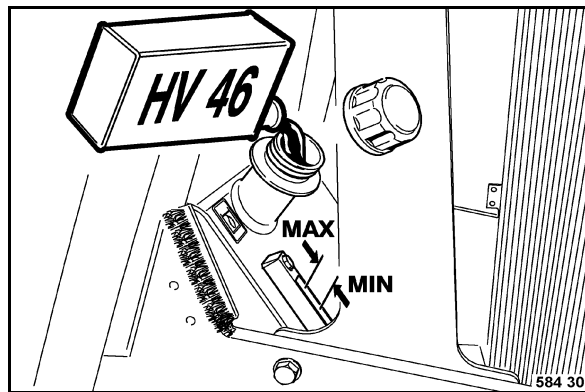

Fig. 182
- Retirer le bouchon de remplissage (Fig. 182).